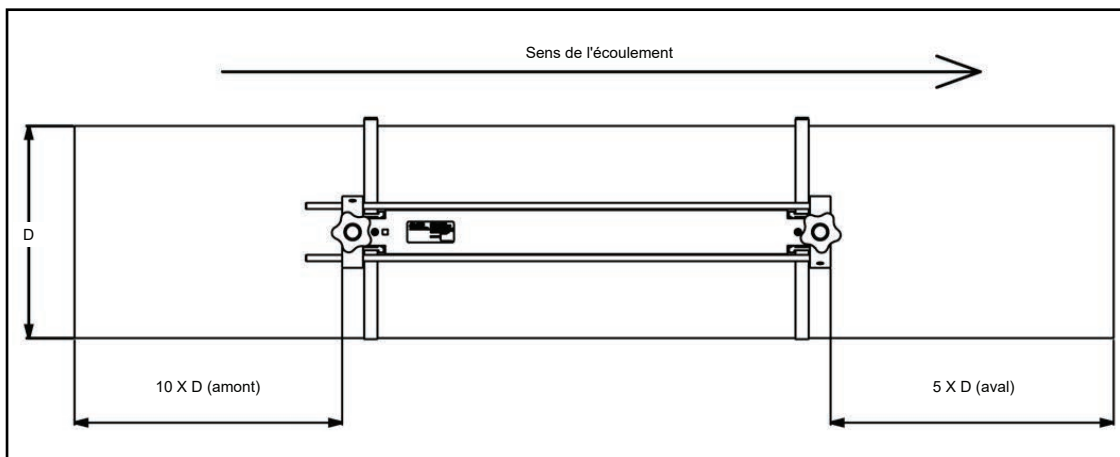

Figure 7 : Emplacement des dispositifs de fixation et des transducteurs de l'AT600
- Placez le système de fixation et les transducteurs de manière à obtenir l'équivalent d'au moins 10 diamètres de conduite d'écoulement rectiligne non perturbé en amont et d'au moins 5 diamètres de conduite d'écoulement rectiligne non perturbé en aval à partir du point de mesure (voir la figure 7 ci-dessous). Un écoulement non perturbé signifie qu'il n'y a, dans le fluide, aucune source de turbulence telles que vannes, brides, clapets d'expansion, coudes, tourbillons et cavitation.
- a. Choisissez un emplacement sur une section suffisamment rectiligne (voir la figure 7, page 7).